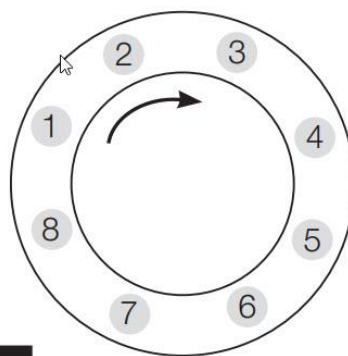

Abb. 3
3. Serrare le viti (in base alla coppia di chiusura*) stringendole ripetutamente in sequenza incrociata (v. Fig. 2) e a forma di circolo (v. Fig. 3)